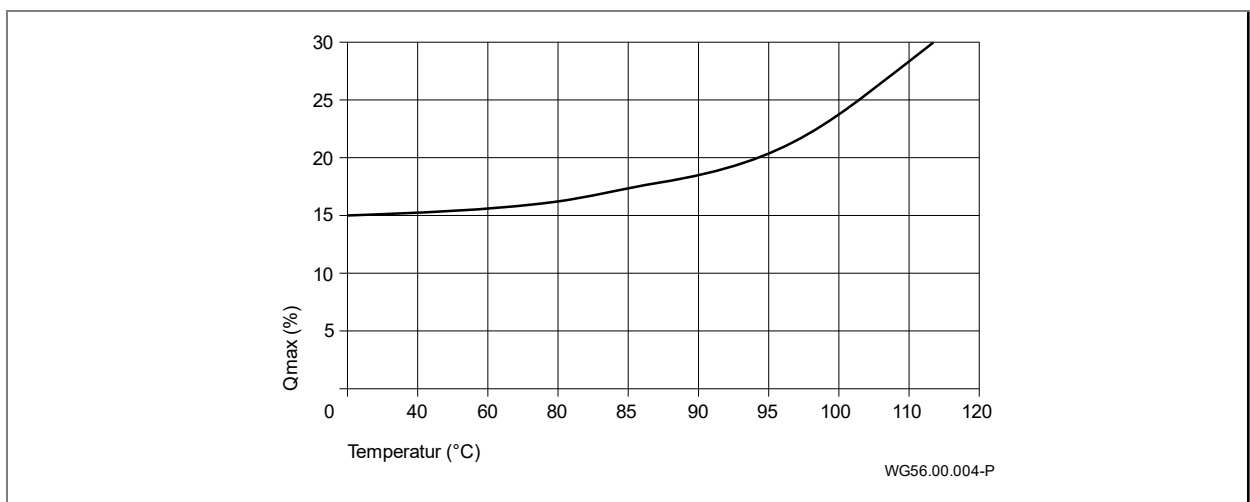

Abb. 1
- ➔ Mindestförderstrom muss eingehalten werden. Der Mindestförderstrom entspricht einem von der Mediumtemperatur abhängigen Prozentsatz des maximalen Förderstrom $Q_{\max}$. Siehe "Abb. 1" auf Seite 10